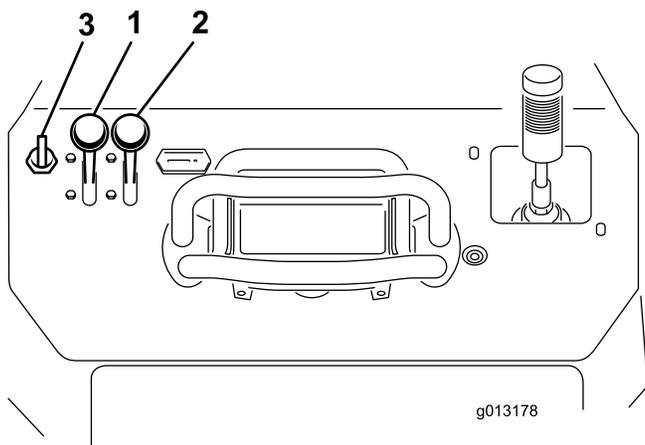

Figura 20
1. Mueva la palanca del acelerador a un punto intermedio entre las posiciones de Lento y Rápido (Figura 20).
2. Mueva la palanca del estarter a la posición de Abierto (Figura 20).
3. Gire la llave a la posición de Conectado (Figura 20). Cuando el motor arranque, suelte la llave.
4. Mueva la palanca del estarter a la posición de Cerrado (Figura 20). Si el motor se cala o funciona de forma irregular, active el estarter otra vez hasta que el motor se caliente.
5. Mueva la palanca del acelerador a la posición deseada (Figura 20).
2. Mueva la palanca del acelerador a la posición de Lento (Figura 20).
3. Gire la llave a Desconectado (Figura 20).